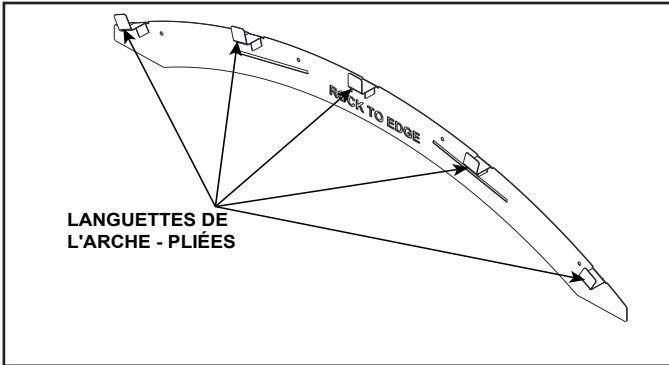

Figure 10.5 Onglets d'arc pliés
2. Pliez à la main les languettes de l'arche vers le bas jusqu'à ce qu'elles touchent les languettes du réducteur pliées à l'étape 1. Pliez la partie supérieure de la languette de voûte vers le haut de 90 degrés. Voir la figure 10.5.